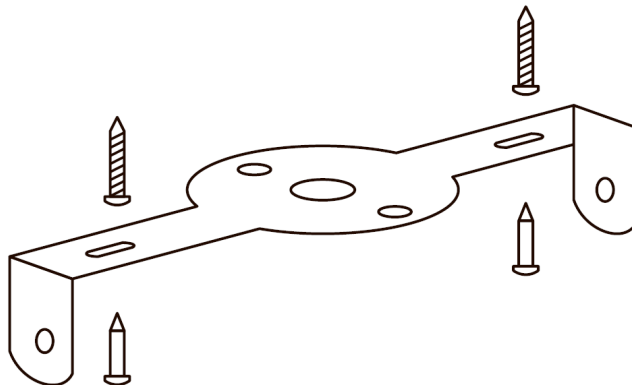

Рис. 1
6.3.2 Наметьте место будущей установки светильника и просверлите два отверстия, как показано на рисунке (Рисунок 1). Обесточьте сетевой кабель (двужильный кабель с сечением от 0,5 до 1,0 мм², в комплект не входит).